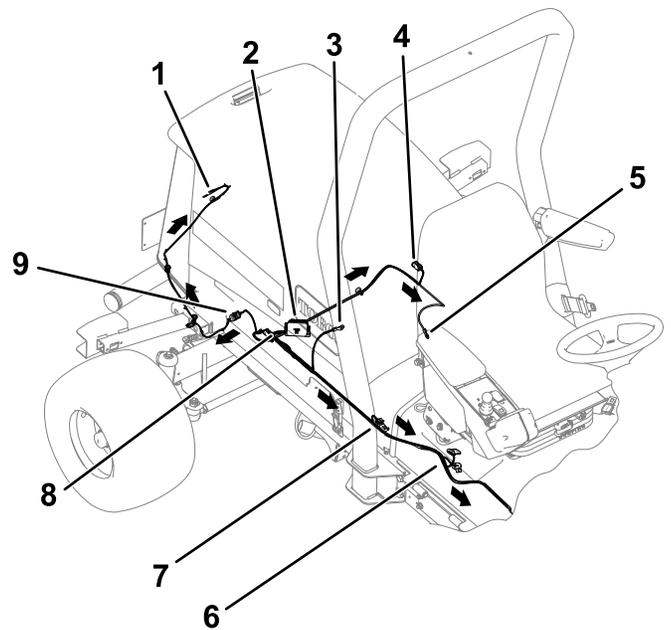
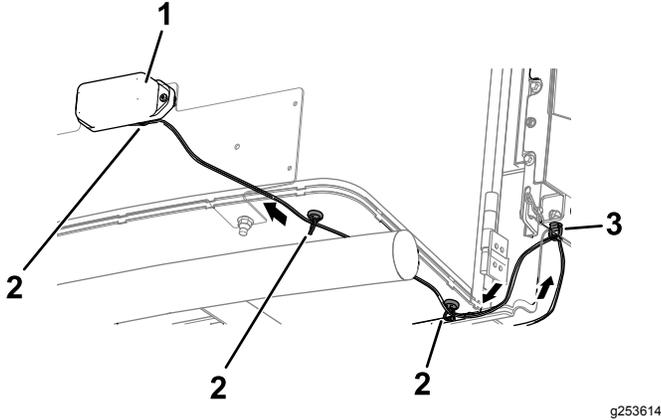

Figura 17
Figura 19
4. Encaminhe a cablagem para o lado esquerdo da máquina, como se mostra na Figura 17.
5. Ligue a patilha de ligação à terra do motor da cablagem ao bloco de ligação à terra (Figura 17).
6. Ligue a cablagem às luzes traseiras direita e esquerda (Figura 17).
- Utilize a cablagem do adaptador comprido para ligar a cablagem às luzes da placa de matrícula. (Figura 17 e a Figura 19).
Consulte Figura 19 para obter a localização adequada de montagem de fixação do íman na máquina. Coloque um íman na superfície interior da montagem da placa de matrícula. Encaminhe a cablagem do adaptador através do clipe de fixação que instalou no passo anterior.
- Continue a encaminhar a cablagem ao longo da calha da estrutura direita (Figura 17).
- Ligue o terminal de anel ao arrancador (Figura 17).
- Ligue a cablagem ao sinal luminoso (Figura 17).
- Ligue a cablagem ao interruptor neutro (Figura 17).